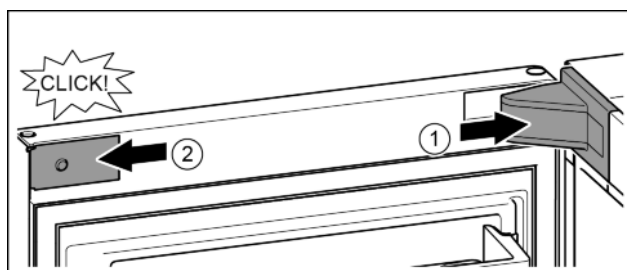

Fig. 22
- Założyć osłonę płytki zawiasu i zazębnić, ew. ostrożnie odsunąć. Fig. 22 (1)
- Założyć zaślepkę z boku i zazębnić. Fig. 22 (2)